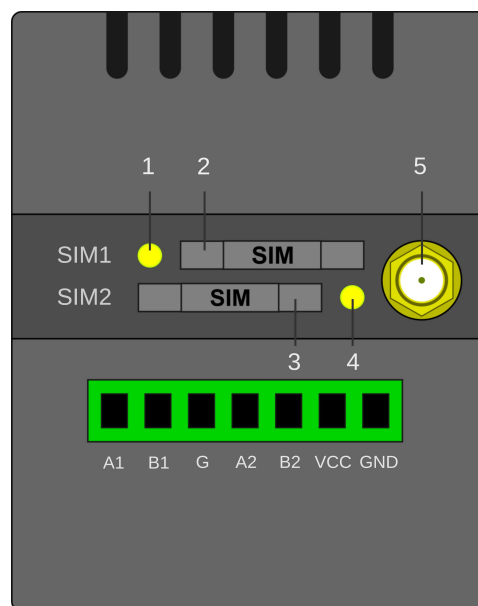

Рис. 3. Модем RX608-L4U. Вид сверху.
1. Установите в модем SIM-карту, предварительно отключив PIN-код. Для извлечения лотка SIM-карты нажмите тонким острым предметом на жёлтую кнопку извлечения рядом с отсеком для SIM-карты (см. Рис. 3).